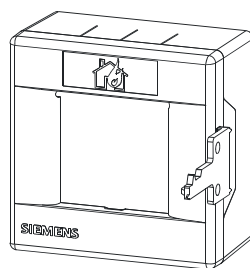

Fig. 2
1. Break out the key and open the cover (see Fig. 2). Keep the key in a safe place.
1. Open cover with key (see Fig. 2).
1. Brechen Sie den Schlüssel aus und öffnen Sie den Deckel (siehe Fig. 2).
1. Öffnen Sie mit Hilfe des Schlüssels den Deckel (Fig. 2).
1. Enlevez la clé et ouvrez le couvercle (voir Fig. 2).
1. Ouvrez le couvercle à l'aide de la clé (Fig. 2).